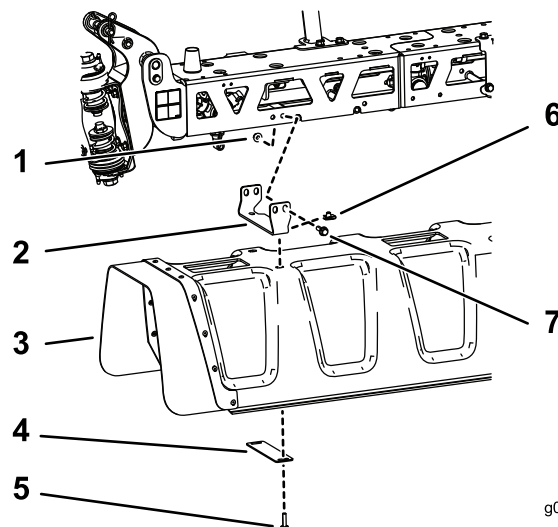

Bild 9
- Befestigen Sie die mittlere Abdeckung mit acht U-Muttern, vier Scheibenplatten und acht Sechskantschrauben ($\frac{5}{16}$ " x $1\frac{1}{4}$ ") an der Halterung, wie in Bild 9 abgebildet.
- Befestigen Sie jede der vier mittleren Halterungen und Ausleger-Befestigungsplatten mit vier Sechskantschrauben ($\frac{3}{8}$ " x $1\frac{1}{4}$ ") und vier Bundmuttern ($\frac{3}{8}$ ") am mittleren Ausleger, wie in Bild 9 abgebildet.